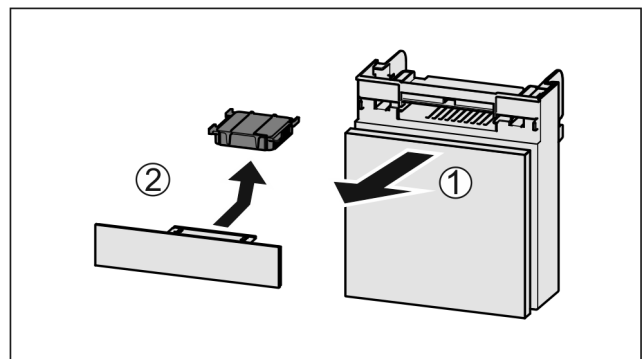

Fig. 175
- ▶ Lade vanaf de voorkant eruit trekken Fig. 175 (1).
- ▶ Actiefkoolfilter verwijderen Fig. 175 (2).